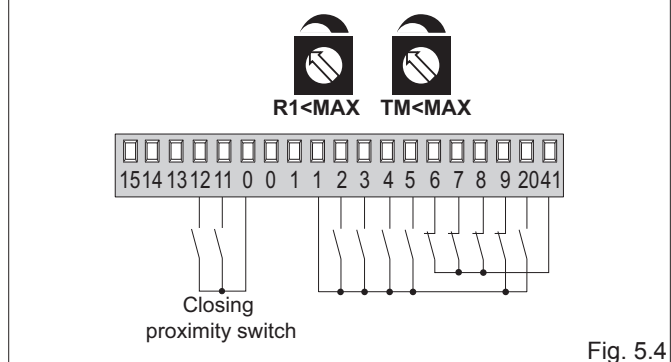

Fig. 5.4
- (Abb. 5.4) Die Flügel kommen an den mechanischen Anschlägen und kehren an Hindernissen um.